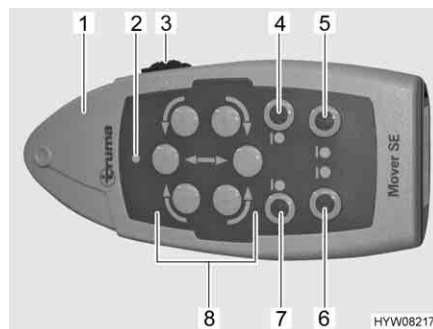

Fig. 7 Télécommande
- Pousser l'interrupteur à curseur (Fig. 7,3) de la télécommande (Fig. 7,1) sur "MARCHE" (I). Le système d'aide à la manœuvre est opérationnel quand la DEL verte (Fig. 7,2) s'allume.
- Plaquer des deux côtés les rouleaux d'entraînement contre les pneus. Presser pour ce faire les touches "Plaquer" (Fig. 7,4 et 7).
- Déplacer le véhicule dans la position désirée avec les touches de direction (Fig. 7,8).
- Éloigner des deux côtés les rouleaux d'entraînement des pneus. Presser pour ce faire les touches "Libérer" (Fig. 7,5 et 6).
- Pousser l'interrupteur à curseur (Fig. 7,3) de la télécommande sur "ARRÊT" (0).